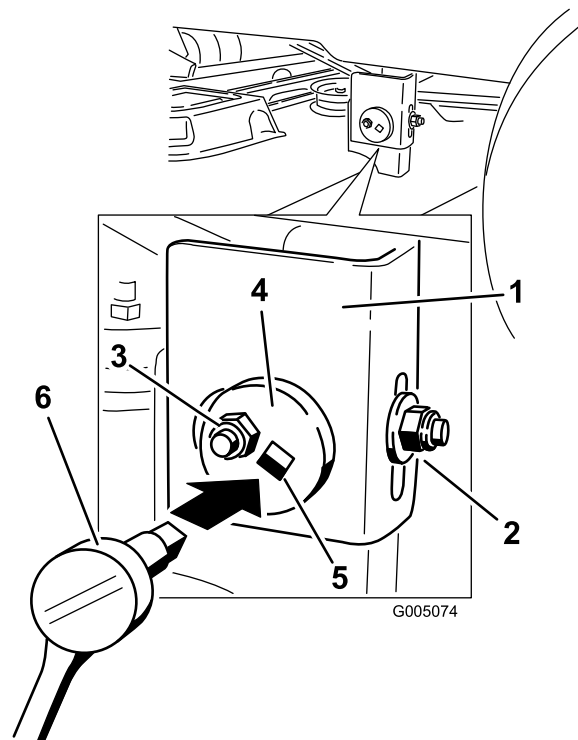

Bild 40
7. Bewegen Sie die linke Seite der Maschine. Lösen Sie (nicht entfernen) die hintere Sicherungsmutter am Hängeprofil (Bild 40).
8. Lösen Sie die seitliche Sicherungsmutter am Hängeprofil so weit, dass Sie die Exzentereinstellplatte anpassen können (Bild 40).
9. Stoppen Sie das Mähwerk an der eingestellten Stellung und ziehen Sie die seitliche Sicherungsmutter am Hängeprofil fest, um die neue Stellung zu arretieren (Bild 40).